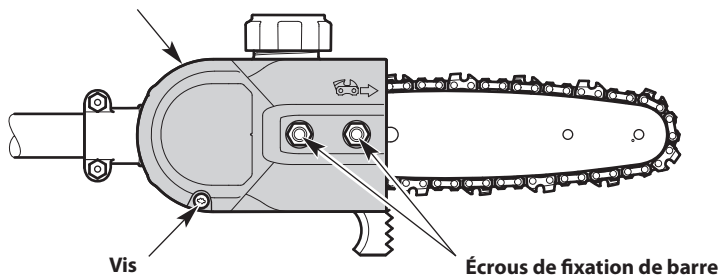

Fig. 11
1. Retirez la vis et deux (2) écrous de fixation de barre (1/2 po) (Fig. 11).
2. Retirer le couvercle du guide (Fig. 11).
**REMARQUE :** Une nouvelle chaîne tend à se détendre et à nécessiter un réajustement après aussi peu que cinq (5) coupes. Ceci est normal pendant la période de rodage. L'intervalle entre les futurs ajustements s'allongera rapidement.
1. Desserrez les écrous de retenue des barres, mais ne les retirez pas (Fig. 11).